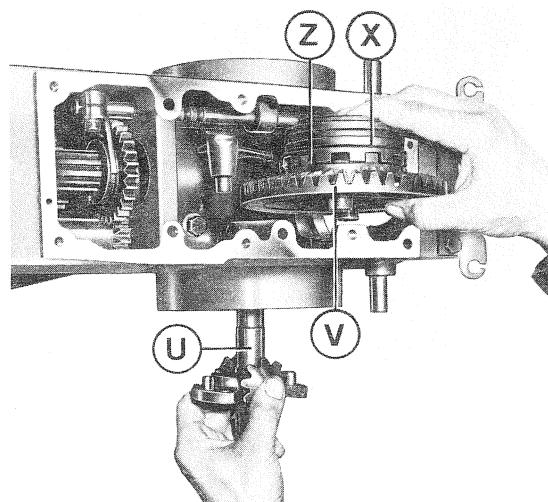

Fig. 8
8) Sfilare ora l'albero centrale **U** (fig. 8) con relativi satelliti dalla parte in cui si sono svitare le viti; estrarre dall'alto la corona **V** (fig. 8) e i due manicotti del bloccaggio differenziale **Z** e **X** (fig. 8).